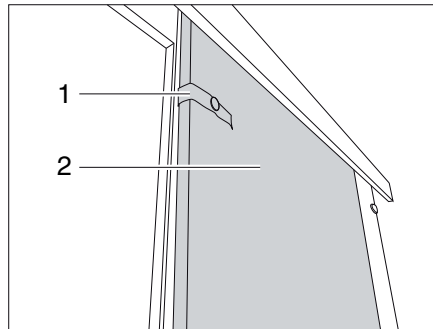

Fig. 167 Porte coulissante
- Détacher la bande de sécurité (Fig. 167,1).
- Tirer la porte coulissante (Fig. 167,2) en position de fermeture.
- Amener la porte coulissante (Fig. 167,2) dans la position d'ouverture.
- Fixer la porte coulissante avec la bande de sécurité (Fig. 167,1).